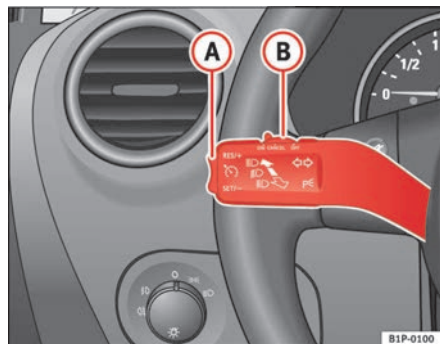

Abb. 128 Blinker- und Fernlichthebel: Schalter und Wippe für die Geschwindigkeitsregelanlage
- Drücken Sie den oberen Teil der Wippe **RES/+** ⇒ Abb. 128 (A), um die Geschwindigkeit zu erhöhen. Solange Sie die Wippe gedrückt halten, beschleunigt das Fahrzeug. Sobald Sie die Wippe loslassen, wird die neue Geschwindigkeit gespeichert.
Wenn Sie die gespeicherte Geschwindigkeit durch Treten des Bremspedals verringern, ist die Regelung der gespeicherten Geschwindigkeit ausgeschaltet. Sie können durch einmaliges Drücken des oberen Teils der Wippe **RES/+** ⇒ Abb. 128 (A) die Regelung wieder aufnehmen.